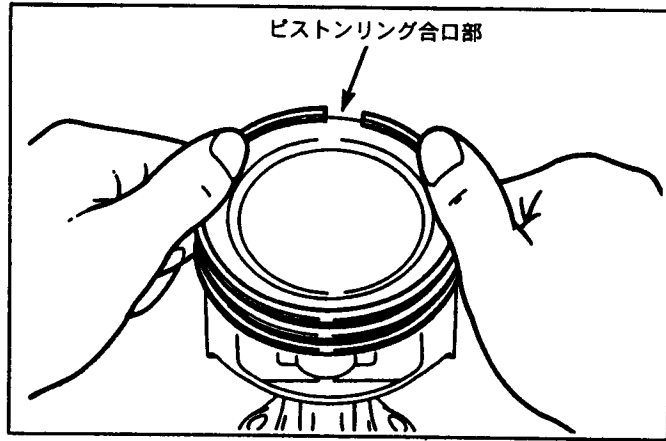

Fig 5-4-2
② ピストン及びリング
- (a) Fig 5-4-2 に示す様にピストンの第一ランドにリング合口を入れてリングを組付けます。次にピストンの回りをすべらすように足りるだけリングを広げて正規の溝に入れます。